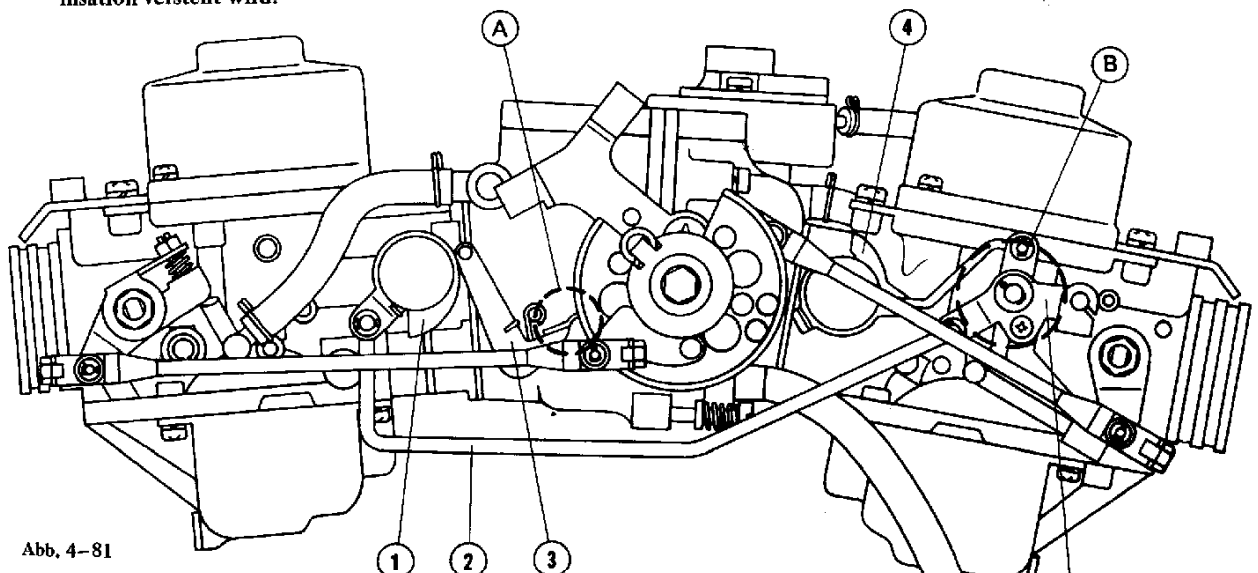

Abb. 4-81
- Falls erforderlich, an der in Abb. 4-81 gezeigten Stelle "B" eine Einstellung vornehmen.
- Die Schraube (6) lösen und das Starterklappengelenk bewegen, bis alle Klappen vollständig geschlossen sind.
- Nachdem alle Klappen geschlossen sind, die Schraube (6) wieder festziehen.